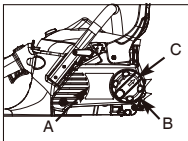

Fig. 3B
3. Afloje ligeramente el botón (C) girando el mago hacia la izquierda y, a continuación, gire el anillo de tensión de la cadena (B) en sentido contrario a las agujas del reloj para descargar la tensión de la cadena. (Fig. 3B)
4. Para extraer la cubierta del piñón (A), gire el botón (B) hacia la izquierda. (Fig. 3B)